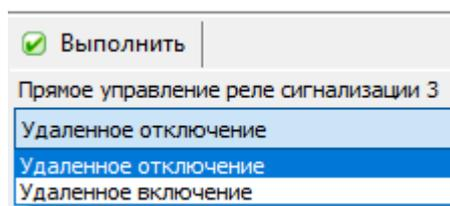
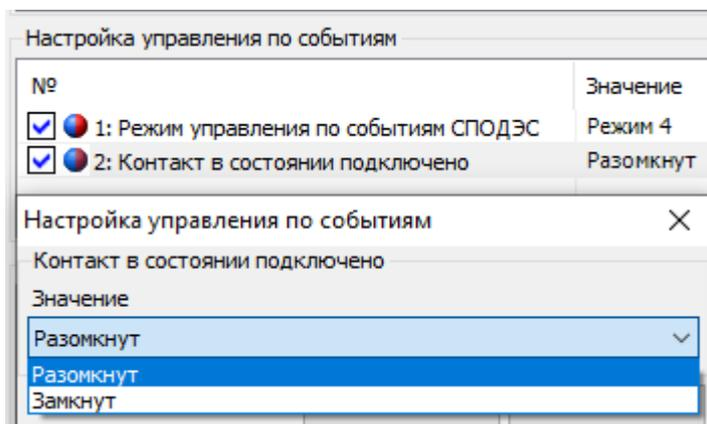

Рисунок 55 – Управление реле.
Рисунок 56 – Настройка состояния контактов реле.
Управление каждым реле выполняется независимо друг от друга. Действия, приводящие реле в рабочее состояние изображены на Рисунок 55.
6.8.6 «Контакт реле в состоянии подключено» назначается в ПО AdminTools в разделе «Конфигурация → Реле и телеметрия → Реле сигнализации» (см. Рисунок 56).
Т.е. при значении контакта реле в состоянии «подключено» – «разомкнут» (см.Рисунок 56) и выполнении действий по управлению реле («Команды → Реле и телеметрия → Прямое управление реле → Прямое управление реле сигнализации 1,2,3» команду «Удалённое включение»), нажать кнопку «Выполнить» (см. Рисунок 55), произойдет размыкание контактов реле.